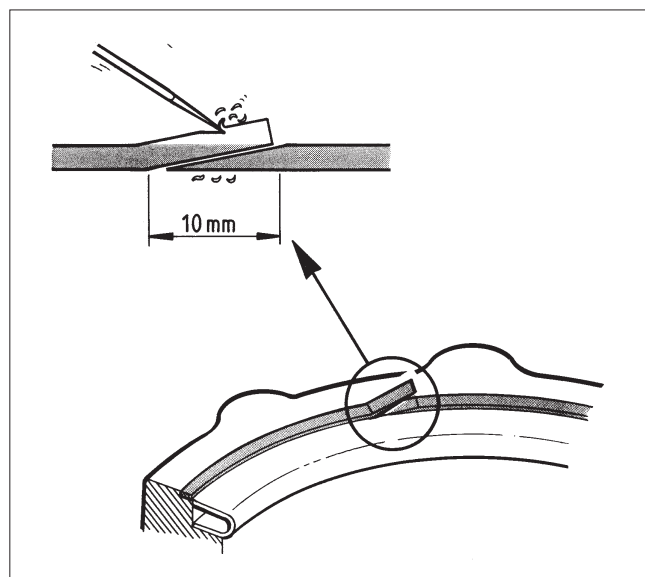

Bild 12 Montering av ventilhustätningen
- Ta bort flänsringen (2) genom att lossa skruvarna (27).
- Avlägsna flänsringen, den gamla ventilhustätningen (19) och sätesringen (4). Byt sätesringen om den är skadad.
- Montera en ny självhäftande ventilhustätning (19) i ventilhuset. Ytan måste vara ren och fri från fett. Hantera tätningens ändar enligt bild 12.